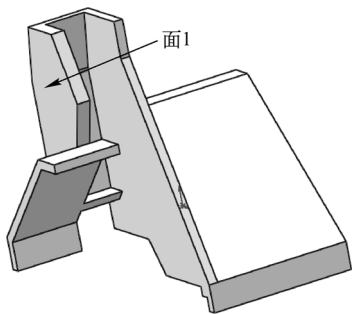
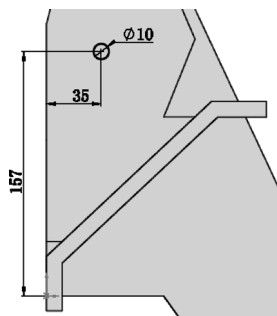

图 10-46 拉伸实体 6
图 10-47 绘制草图
**10** 拉伸实体 6。选择菜单栏中的“插入”→“凸台/基体”→“拉伸”命令, 或者单击“特征”控制面板中的“拉伸凸台/基体”按钮, 此时系统弹出图 10-45 左图所示的“凸台-拉伸”属性管理器。设置拉伸终止条件为“成形到一面”, 在视图中选择图 10-45 右图所示的面, 然后单击“确定”按钮, 结果如图 10-46 所示。
**01** 绘制草图。在视图中用鼠标选择图 10-46 所示的面 1 作为绘制图形的基准面。单击“草图”控制面板中的“圆”按钮, 绘制并标注草图, 如图 10-47 所示。